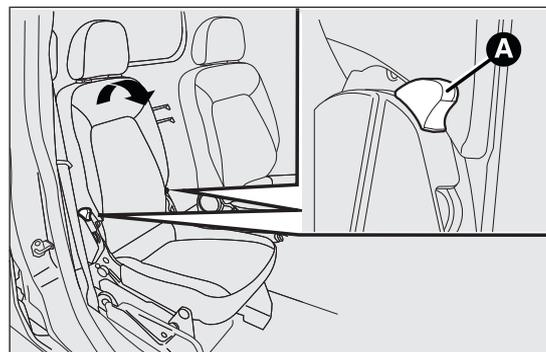

fig. 18
- actionner le levier A fig. 18 et rabattre vers l'avant le dossier en agissant dans le sens indiqué par la flèche ;